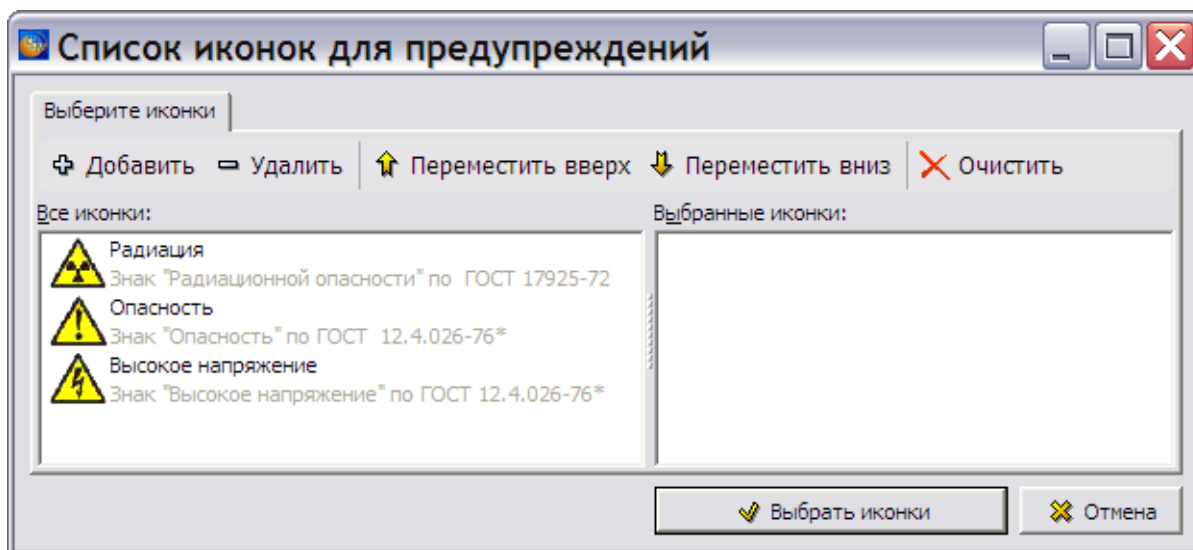

Рис. 5.100
6. Выберите пункт меню **Выбор иконок...**, после этого откроется окно **Список иконок для предупреждений** (Рис. 5.100).